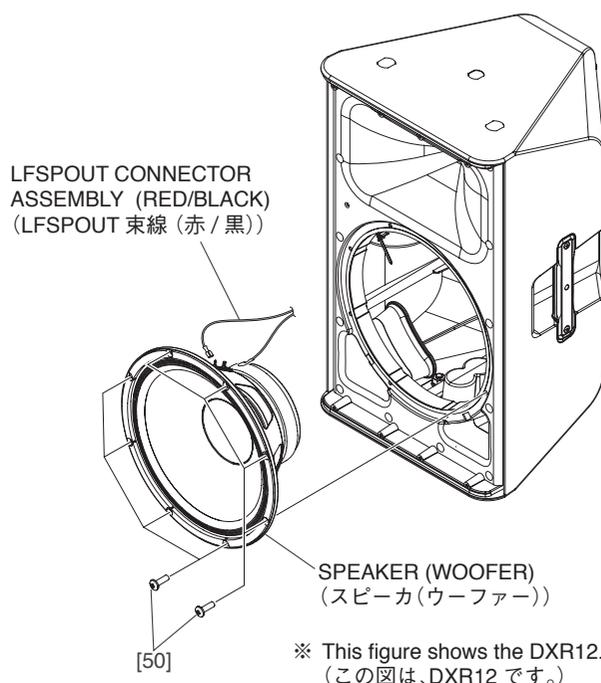

Fig. B-2 (図B-2)
B-2-2 Remove the eight (8) screws marked [50]. The speaker (woofer) can then be removed. (Fig. B-2, Fig. B-3)
B-2-3 Remove the LFSPOUT connector assembly (red/black) attached to the speaker (woofer) terminal. (Fig. B-2, Fig. B-4)
B-2-2 [50] のネジ 8 本を外して、スピーカ (ウーファー) を外します。(図 B-2、図 B-3)
B-2-3 スピーカ (ウーファー) 端子に取り付けられている LFSPOUT 束線 (赤/黒) を外します。(図 B-2、図 B-4)